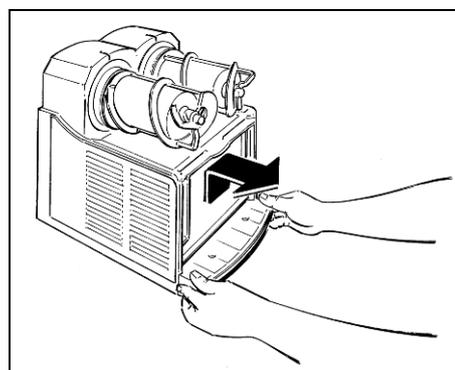

Fig. 9
- **D**esmonta la cubeta recoge gotas moviéndola liberamente hacia arriba y tirándola hacia el exterior (fig.9).